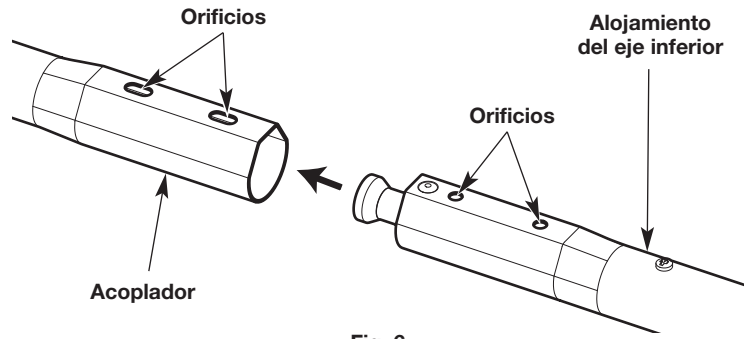
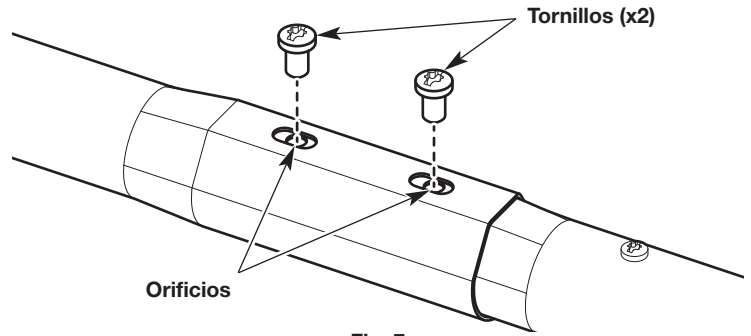

Fig. 6
Fig. 7
2. Invierta el segmento superior de la unidad. Los orificios del acople deben quedar hacia arriba (Fig. 6).
3. Invierta el segmento inferior de la unidad. Los orificios del alojamiento del eje inferior deben quedar hacia arriba (Fig. 6).
4. Empuje el alojamiento del eje inferior dentro del acople (Fig. 6). Los orificios del alojamiento deben estar alineados con los orificios del acople (Fig. 7).
5. Inserte los tornillos (x2) en los orificios alineados (Fig. 7).